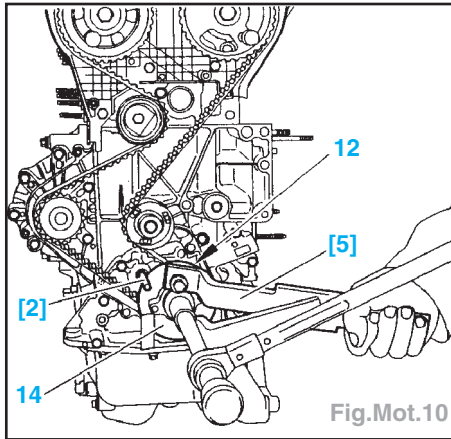

Fig.Mot.10
- Dans le cas contraire, il faut repositionner le flasque (14) (Fig.Mot.10).
Méthode (Fig.Mot.10) :